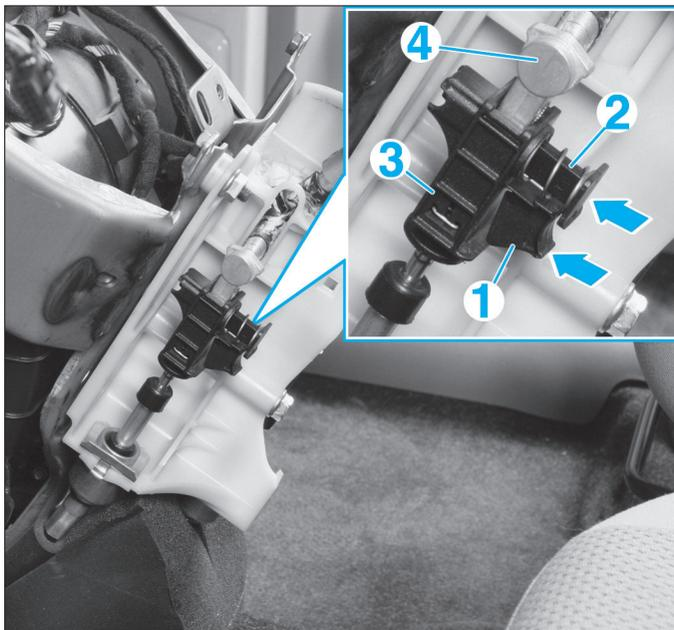

FIG. 11
- Armer le dispositif de réglage automatique (quick adjuster) situé sur le câble de sélection des vitesses en pressant le dispositif (1) et en poussant le guide de ressort (2) (Fig.11).
- Relâcher ensuite le dispositif (1) afin de maintenir en position le guide de ressort (2).
- Manœuvrer le levier de vitesses et s'assurer que le dispositif (3) coulisse bien sur l'embout (4).